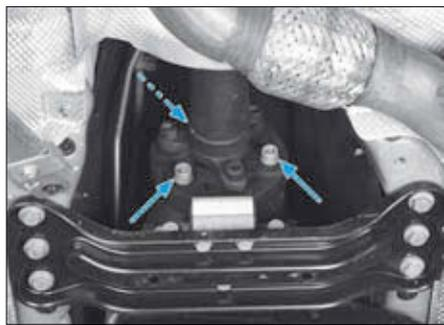

FIG. 1
- l'arbre de transmission de la boîte de vitesses (Fig.1),